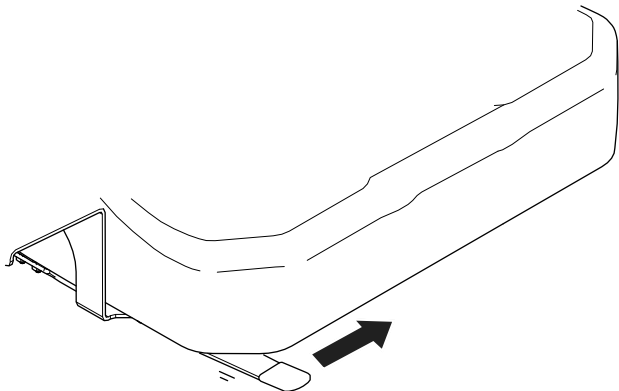

Figura 5
- **Modello n. 31980:** spostate la leva a sinistra (Figura 5), spostate il sedile in una posizione comoda, quindi rilasciate la leva di bloccaggio per fissare la posizione del sedile.